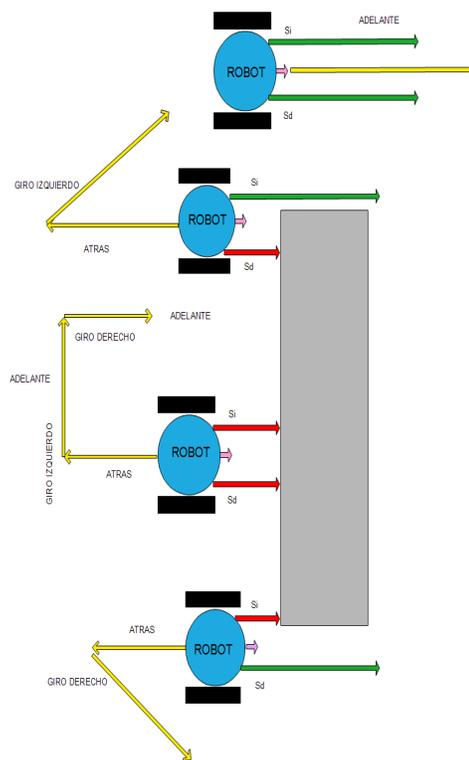

Figura 1. Robot Móvil que evade obstáculos
6. Modifique el programa en C de Arduino que se encuentra en el apéndice, que ejecuta el algoritmo de un robot móvil que evade obstáculos, como el que se muestra en la figura 1. En la figura 2 se muestra el algoritmo de un robot móvil que evade obstáculos, cuando los sensores de contacto S_i y S_d sienten un obstáculo sus valores son igual a uno, en caso contrario son cero.